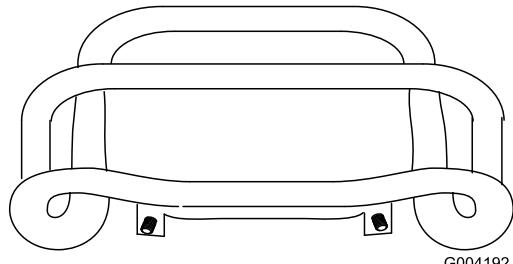

**Figura 54**
4. Si la parte delantera del control de tracción no queda enrasada con y paralela a la barra de referencia, afloje la tuerca con arandela prensada y el perno del tubo del control de tracción (Figura 54).
5. Ajuste el control de tracción hasta que quede enrasado con la barra de referencia al tirar del mismo hacia atrás del todo (Figura 54 y Figura 55).
- Afloje la tuerca con arandela prensada y el perno del tubo del control de tracción (Figura 54).
- I. Ajuste el control de tracción hasta que quede enrasado con la barra de referencia al tirar del mismo hacia atrás del todo (Figura 54 y Figura 55).